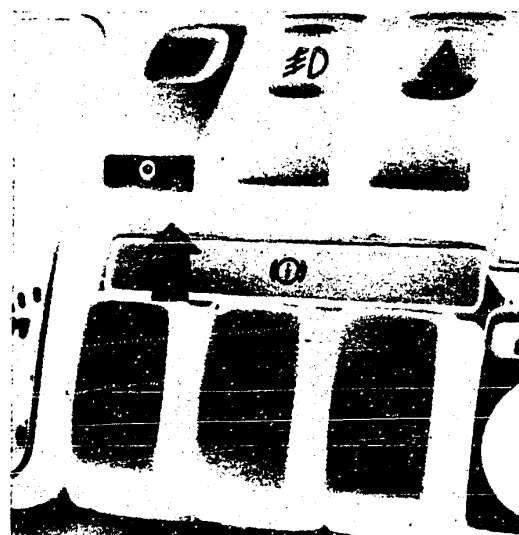

Bild 46 Bei Schalterstellung «ein» kann mit einem Schraubenzieher von unten in die Kerbe eingefahren und der Schalter hervorgezogen werden.
- alle Schalter in der Blende der Instrumententafel (Bild 46),